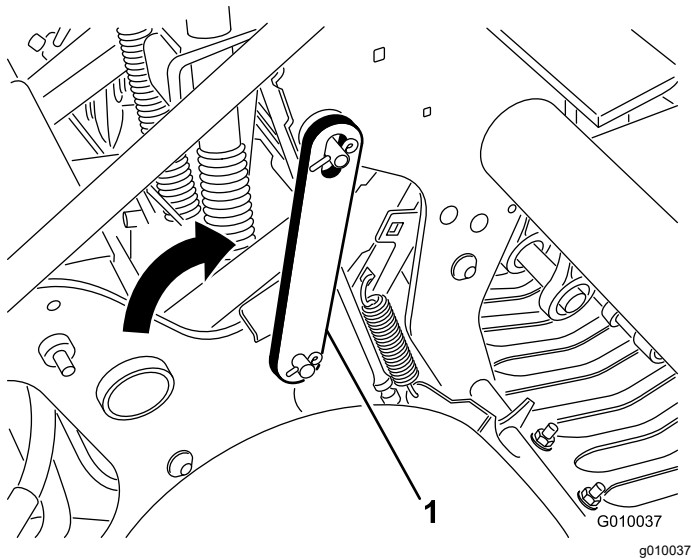

图 21
4. 向后转动检修门锁并将其插入打孔头销图 21。用锁紧环将门锁固定。